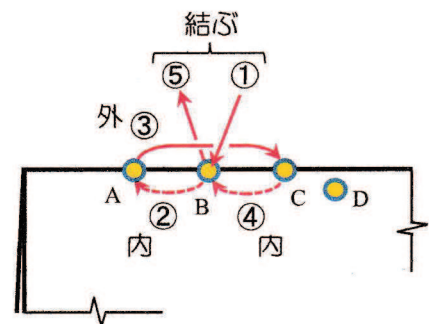

図2 各束の糸綴じの手順
- (2) 各束の糸綴じの手順を図2に示す。最後に③の糸を挟んで①と⑤を結ぶ。